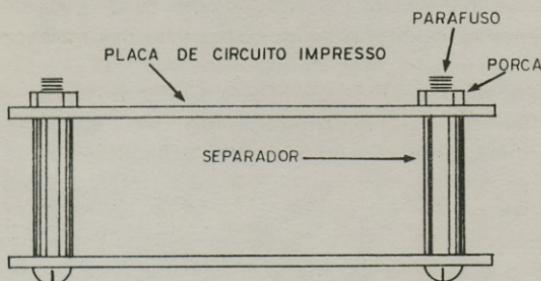

Figura 9
k) As placas de circuito impresso ou placa de circuito irnpresso é montada na caixa por meio de separadores que são tubos pequenos plásticos ou metálicos que a mantém separada do fundo de uma distância de 1 ou 1,5 cm, conforme mostra a figura 9.